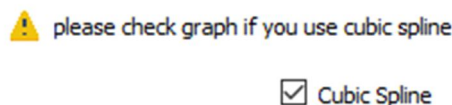

Abb. 9 Warnfenster – Cubic Spline
- Aktiviert: Cubic Spline-Interpolation der KalibrierdatenWurde die Option aktiviert, erscheint folgendes Warnfenster [Abb. 9] in der Software: